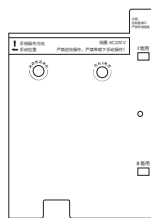

图2：T型 三段式
- I常用投入方法：用螺丝刀按下“两路电源断电”（如图2），使常用、备用电源均处于OFF位置(L型二段式无需此操作)，用手柄按箭头指示方向转动手动轴，使I常用置于ON位置。
- II备用投入方法：用螺丝刀按下“两路电源断电”（如图2），使常用、备用电源均处于OFF位置(L型二段式无需此操作)，再按下“导向II备用”并保持，同时将手动轴按箭头指示方向转动，使II备用置于ON位置。